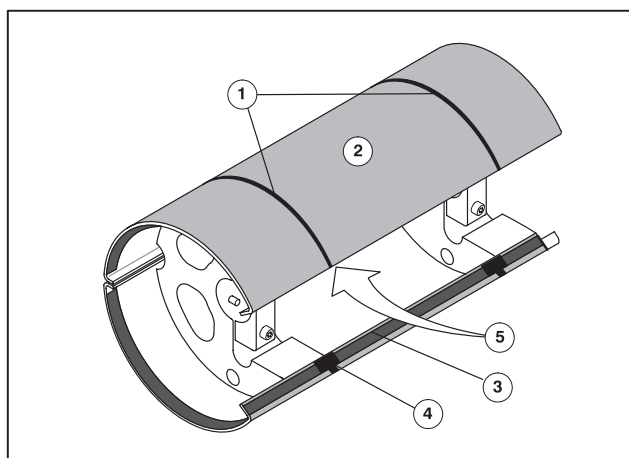

Рис. 37 Эластичные ленты Super Blue
Эластичные ленты (Рис. 37/①) монтируются на натянутой сетке Super Blue (Рис. 37/②).
- ① Продвигать машину в толчковом режиме, пока не откроется доступ к клейкой полоске на передней кромке подложки (Рис. 37/③).
- ② Клейкую полоску эластичной ленты (Рис. 37/④) прижать к клейкой полоске выводного барабана (Рис. 37/③).
- ③ Продвинуть машину вперед в толчковом режиме, придерживая задний конец эластичной ленты.
- ④ Заднюю клейкую полоску эластичной ленты (Рис. 37/⑤) прижать к клейкой полоске на задней кромке подложки.
- ⑤ При необходимости аналогично монтировать другие эластичные ленты. Количество эластичных лент и их распределение на выводном барабане зависит от формата листов и сюжета печати.